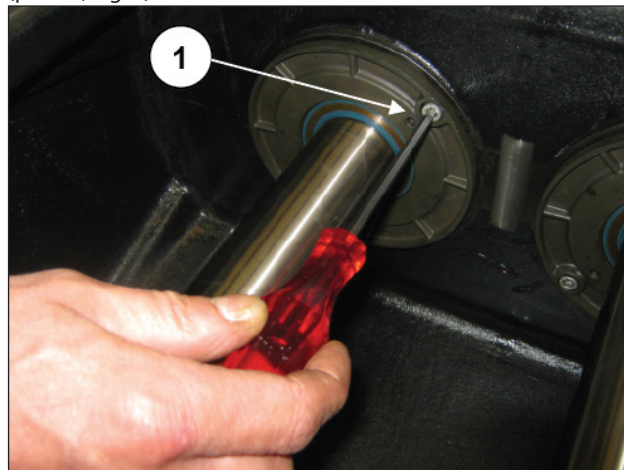

Fig. 2
Svitare le due viti di fissaggio M6 dei tre coperchi paraolio (pos. ①, Fig. 2).